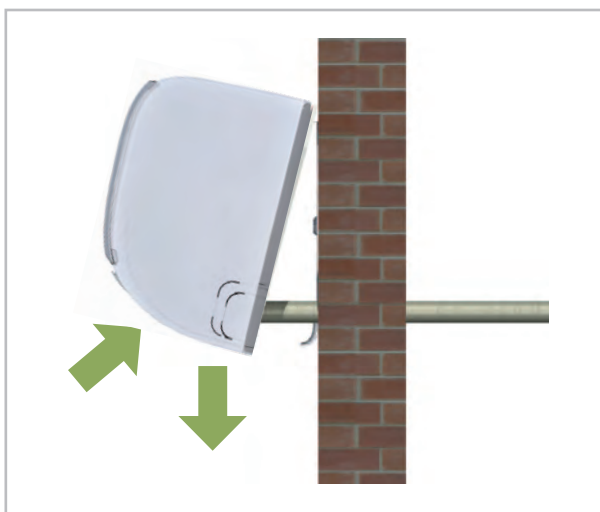

Abb. 26: Waagerechte Ausrichtung
5. ➔ Überprüfen Sie nochmals die waagerechte Ausrichtung des Gerätes. (Abb. 26)